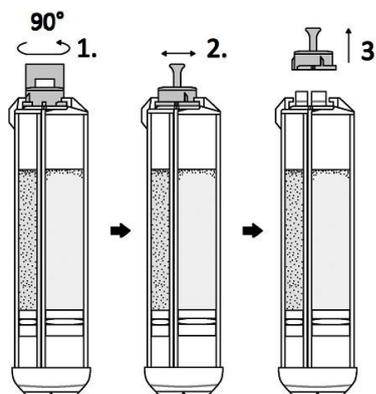

Abbildung 3
3. Die Spritze, mit der Spitze nach oben, festhalten, den Stopfen um 90° gegen den Uhrzeigersinn drehen und ihn mit einer schaukelnden Bewegung von Seite zur Seite abnehmen (Abbildung 3).